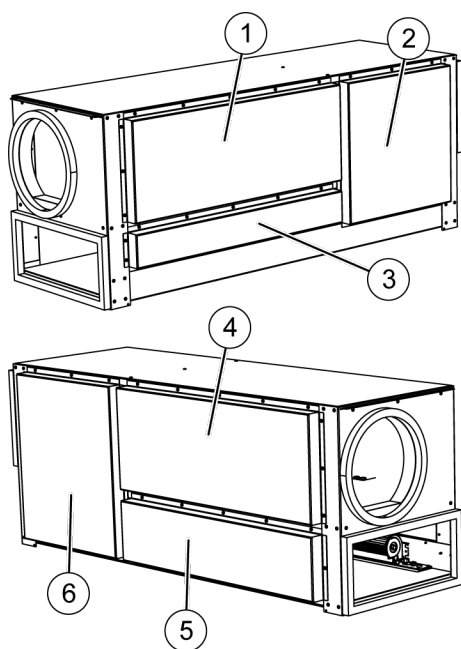

Abb. 35: Deckel abschrauben
- 24.** Deckel (Abb. 35/1 bis 6) des Oberteils wieder anschrauben.